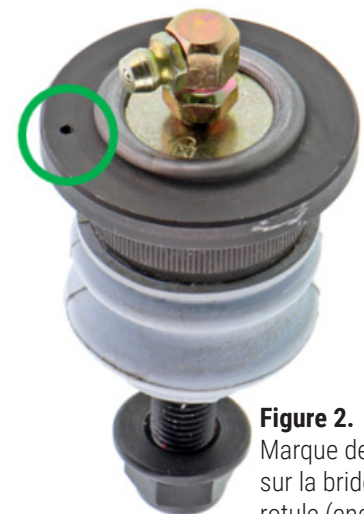

Figure 2.
- Trouver la marque de repère forée sur la bride du joint à rotule. **Voir la figure 2.**